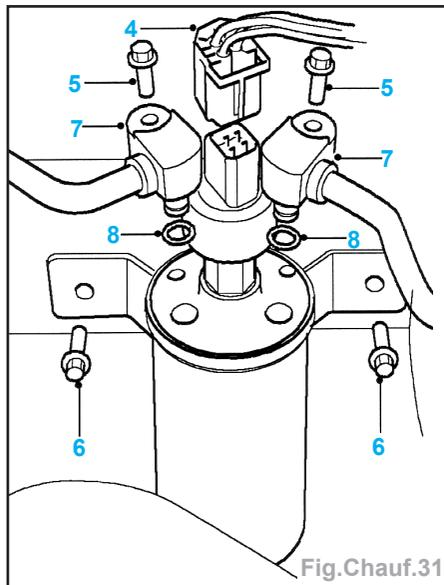

Fig. Chauf.31
- Dégager la fiche (4) multibroches du manocontact ternaire (Fig. Chauf.31).
- les 2 boulons (5) des raccords union de tuyau,
- les 2 boulons (6) du support du réservoir / déshydrateur.